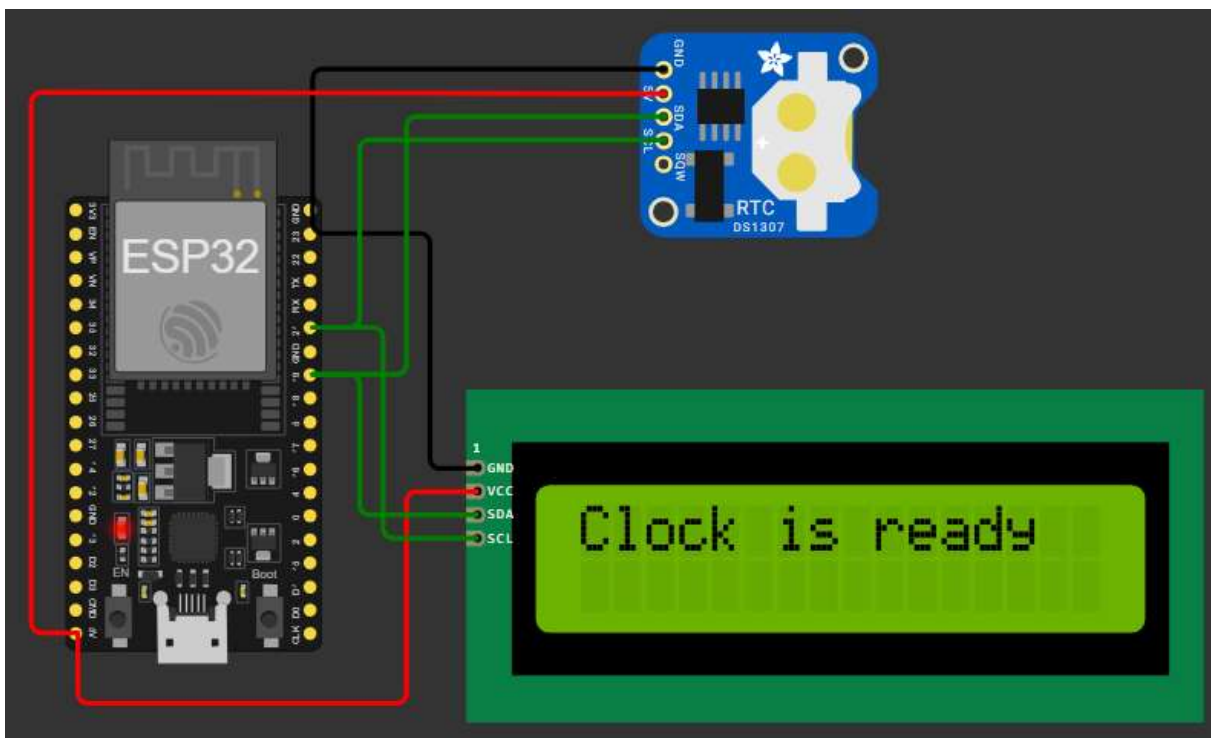
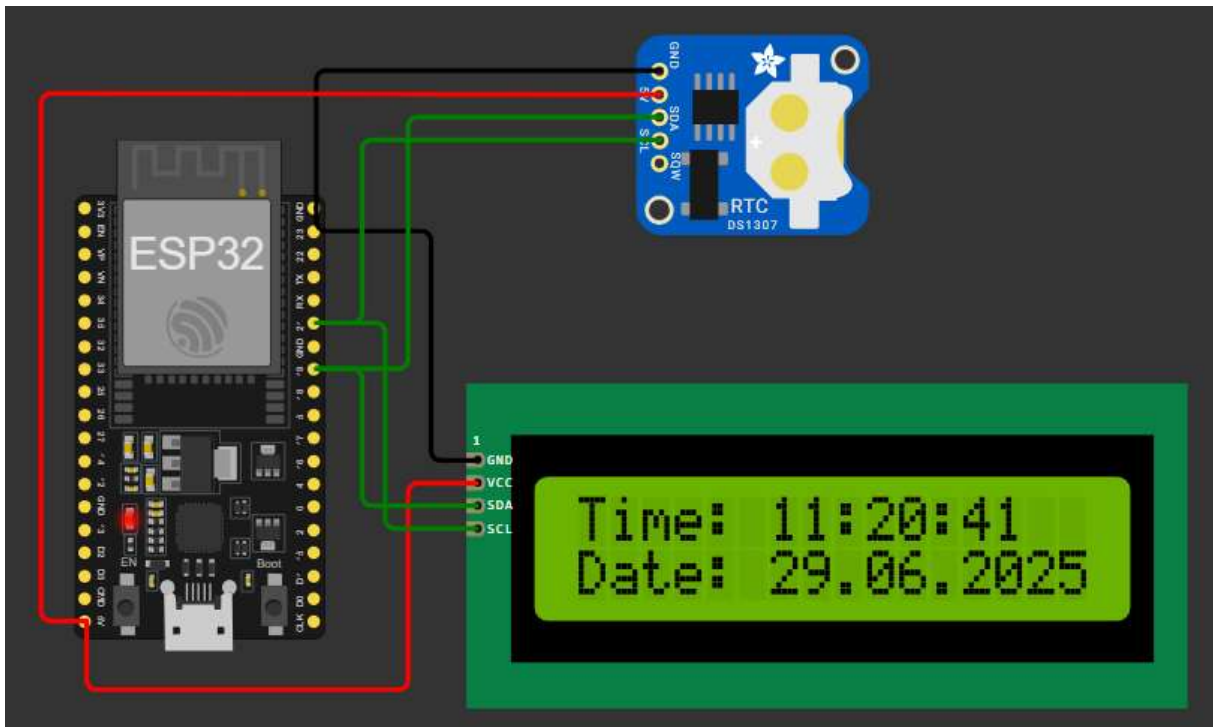

Рисунок 5.12 – Результат моделювання годинника
Рисунок 5.13 – Результат виведення інформації
3. Досліджуємо результати роботи нашого коду та схеми. Результат наведено на рис. 5.12 та рис. 5.13.